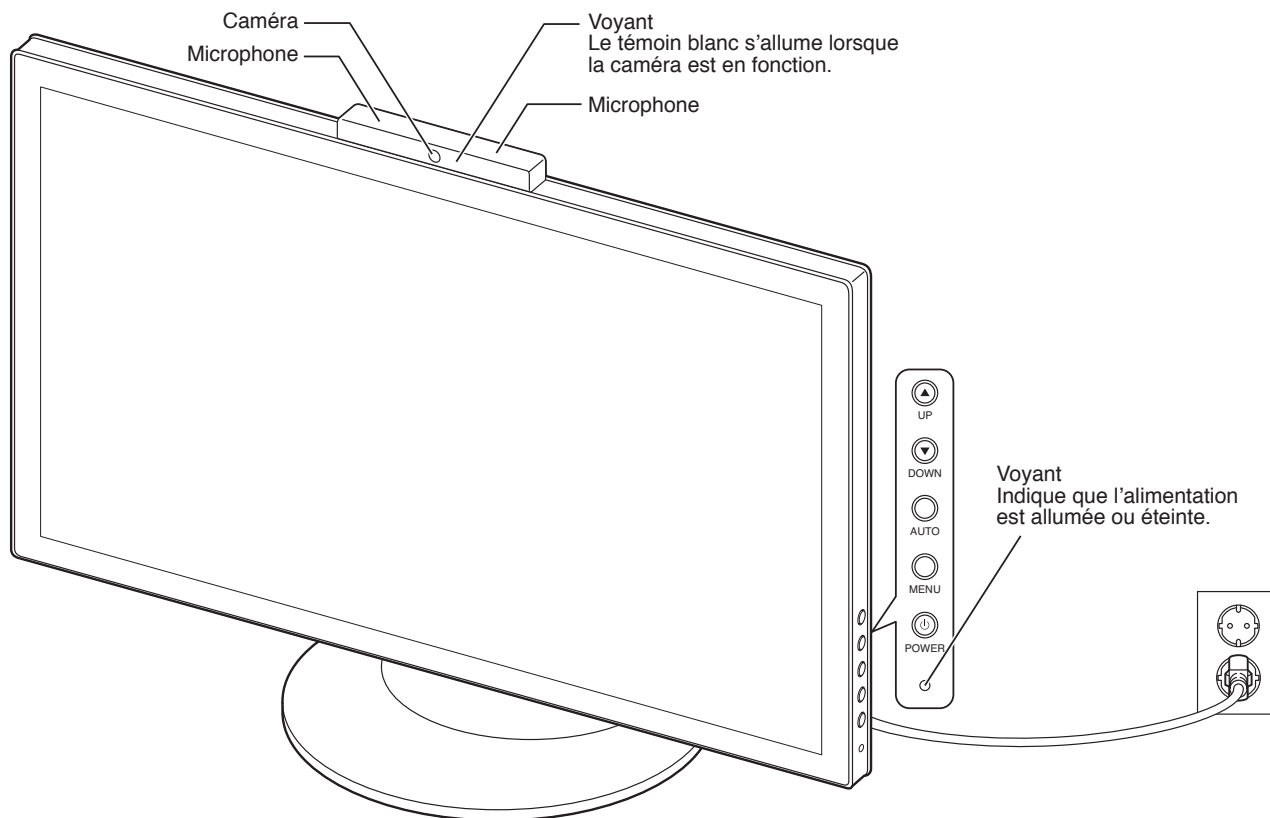

Figure E.1
6. Allumez l'ordinateur et le moniteur en appuyant sur la touche d'alimentation située sur le côté (**Figure E.1**).